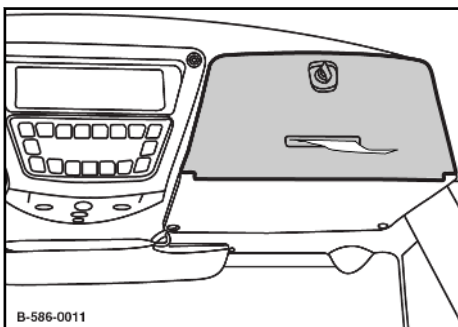

Fig. 210
4. Papir føres inn i materen (1) på skriveren.
5. Vippebryter (2) trykkes i pilretning til papir kommer ut på slissen med avrivningskanten.
6. Steng  Fig. 210 dekselet.